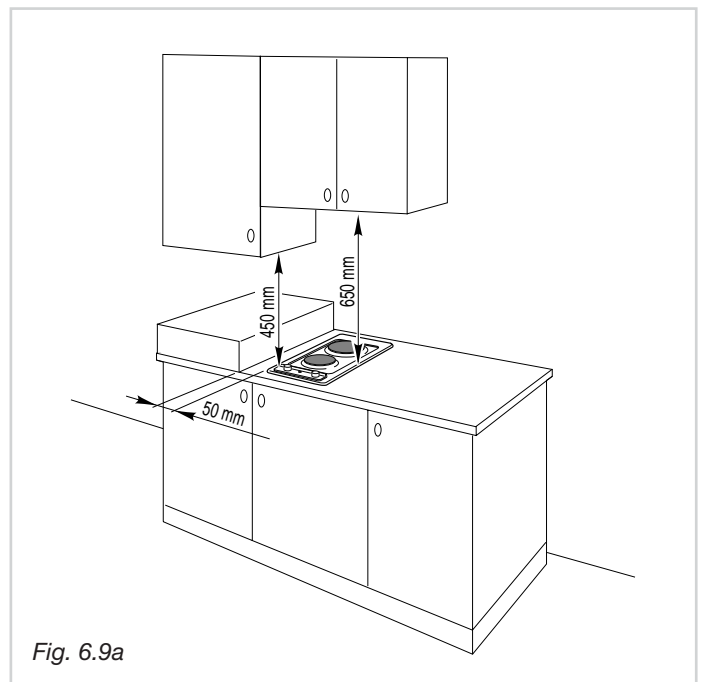

Fig. 6.9a
- Si encima de la placa hay un mueble de pared o una campana, entre éstos y la parrilla de la placa tiene que quedar una distancia mínima de 650 mm (Figures 6.9a y 6.9b).